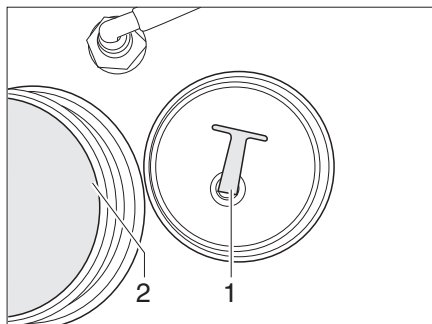

Fig. 336 Tappo di chiusura
- Svitare il tappo di chiusura (Fig. 336,1) dall'apertura di scarico (Fig. 336,2). L'acqua fuoriesce.